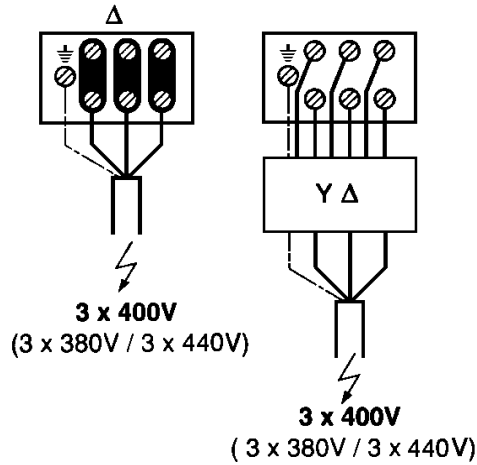

Рис. 4
- Размеры для установки и схемы соединения указаны в п. 1.2.1 и на рис. 4
- Присоединение должно производиться в соответствии со схемой (рис. 4)